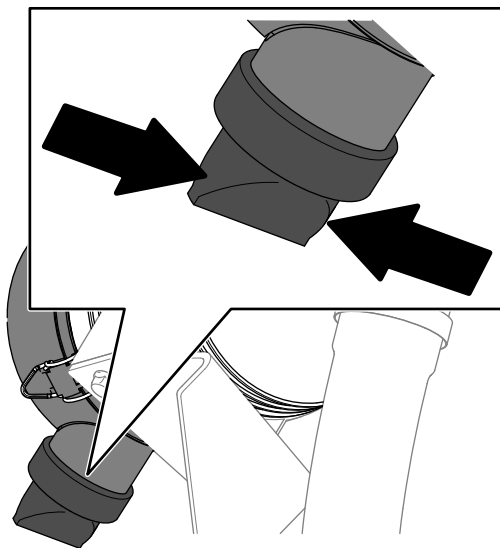

Figura 78
5. Apriete la válvula de expulsión de polvo (Figura 78).